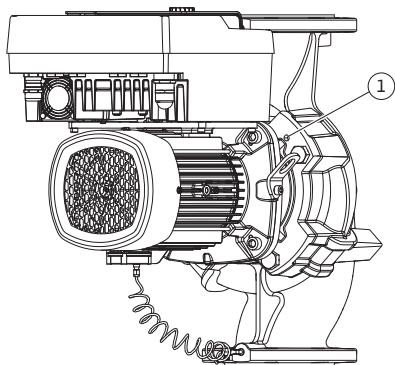
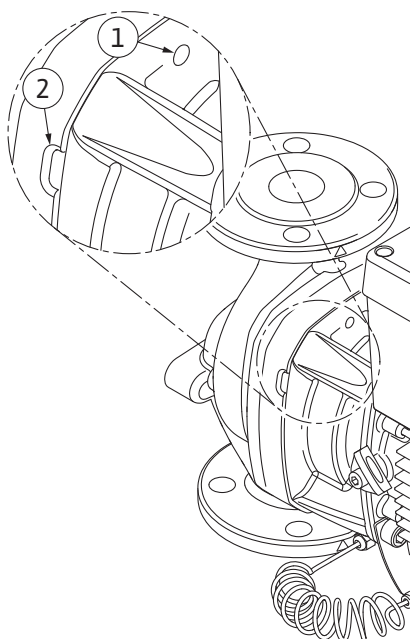

Fig. 104: Moottori-juoksupyöräyksikön painaminen ulos kierreareikien kautta
Fig. 105: Kierreaukot ja lovet, joita käytetään moottori-juoksupyöräyksikön irrottamiseen pumpun pesästä
12. Avaa pumpputyypissä (Fig. III, IV) ruuvit, pos. 29. Käytä niiden vieressä olevia kahta kierreareikää (Fig. 104, pos. 1) ja sopivia, asiakkaan hankkimia ruuveja (esim. M10 x 25 mm). Paina moottori-juoksupyöräyksikkö irti pumpun pesästä. Käytä pumpputyypissä (Fig. I ja Fig. II) kahta kierreareikää M10 (katso Fig. 105) ja sopivia, asiakkaan hankkimia ruuveja (esim. M10 x 20 mm). Irti painamiseen voidaan käyttää myös uria (Fig. 105, pos. 2). Käytä esim. kahta ruuvimeisseliä vipuina. Kun moottori-juoksupyöräyksikkö on painettu irti n. 15 mm, moottori-juoksupyöräyksikkö ei enää ole pumpun pesässä.